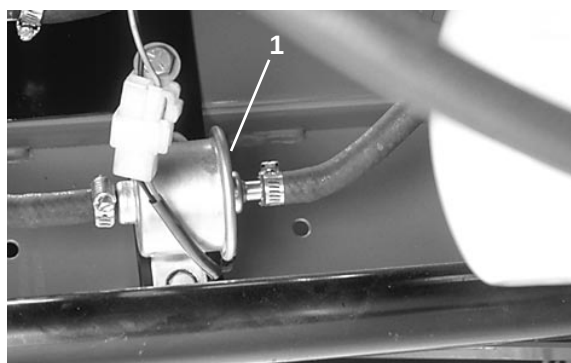

Fig. 23
1. Klem sammen begge drivstoffledningene som forbinder drivstofffilteret (fig. 23) slik at det ikke renner bensin ut når de tas av.
3. Løsne slangeklemmene (fig. 23) i hver ende av filteret. Trekk drivstoffledningene av og kast filteret.